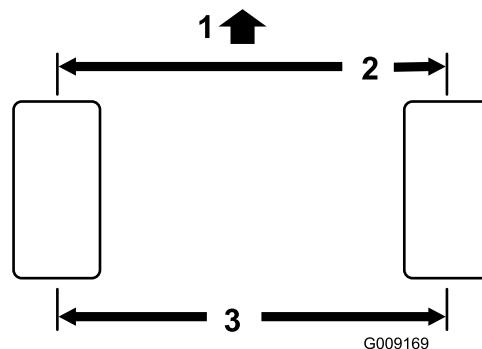

Figura 87
2. Mida la distancia entre centros (a la altura del eje) en la parte delantera y trasera de los neumáticos de dirección (Figura 87).